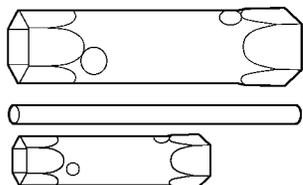

图 1 - 7 火花塞套筒
(12) 油壶、油盆 前者清洗零部件、排放污油时需用 ;后者在组装机件润滑时需用。
(13) 火花塞套筒 拆装火花塞的专用工具 ,如图 1 - 7 所示 ,在发生火花塞故障或维修时 ,没有火花塞套筒根本无法拆装火花塞。
(14) 轮胎套筒扳手 是主要的随车工具。主要用于轮胎的拆卸与安装。在其他情况下 ,轮胎套筒扳手还可以当撬杆使用。
(15) 其他工具 如撬杆、工作灯、轮胎气压表、补胎工具包、支车用的三角架、掩车用的木方等 ,在维修前应准备好。尽管有些工具可能用不上 ,为防止预料不到的情况发生 ,还是准备得齐全些更好 ,有备无患。